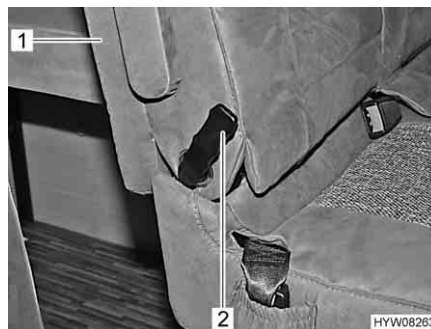

Fig. 43 Sbloccaggio dello schienale del sedile
- Spingere in basso lo sbloccaggio (Fig. 43,2) e ribaltare in avanti lo schienale (Fig. 43,1).
- Spingere lo sbloccaggio (Fig. 43,2) e ribaltare in alto lo schienale (Fig. 43,1).